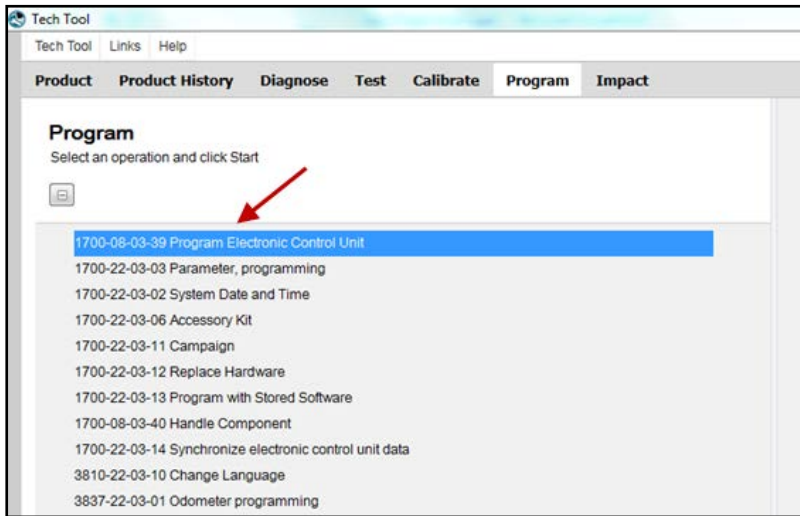

FIGURE 4
1. Dans Premium TechTool, sélectionnez l'onglet PROGRAM (programme). Dans l'onglet PROGRAM, sélectionnez l'opération 1700-08-03-39 Program Electronic Control Unit, puis cliquez sur START (FIGURE 4).